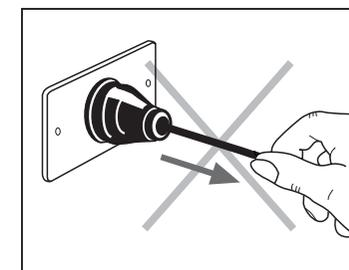

Fig. 2
- Non tirare il cavo di alimentazione o l'apparecchio stesso per togliere la spina dalla presa di corrente (Fig. 2)